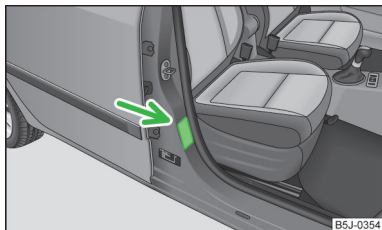

Fig. 117
- L'autocollant qui se trouve sur le montant B côté passager avant attire votre attention à ce sujet » **fig. 117.** L'autocollant est visible dès que la portière du passager avant est ouverte. L'autocollant est placé sur le pare-soleil du passager avant dans certains pays.